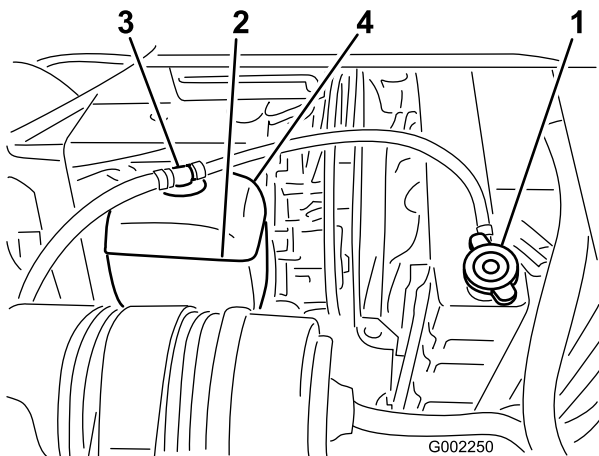

Figura 52
2. Quando il motore è freddo, togliete il tappo del radiatore (Figura 52).